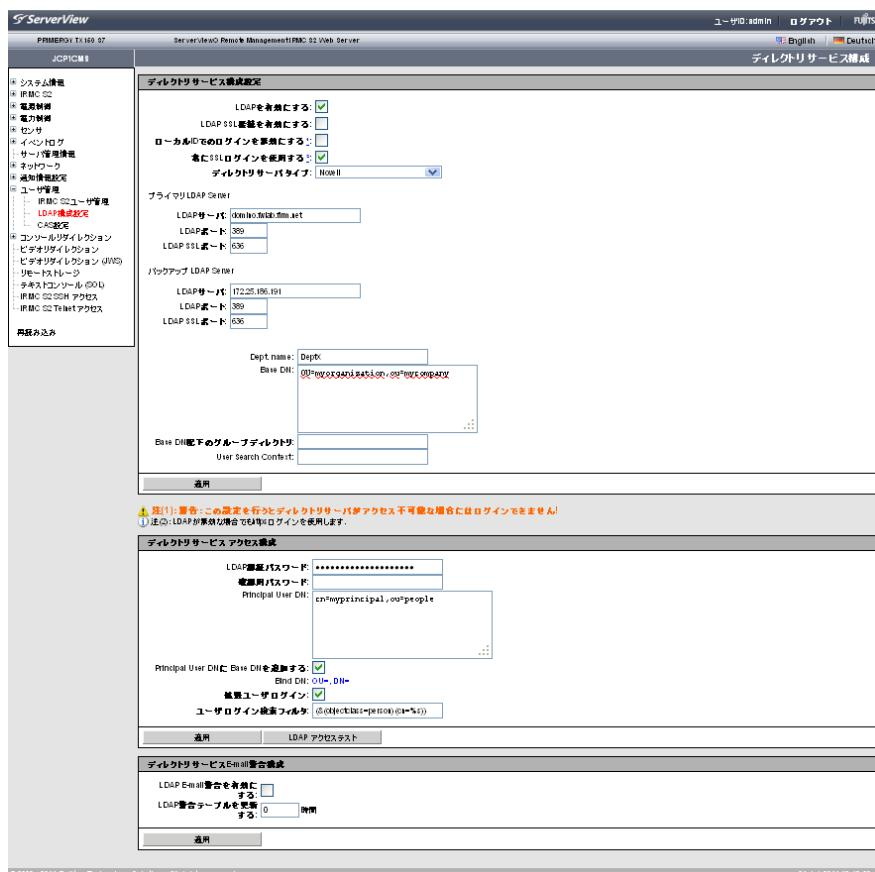

図 163: ディレクトリサービス構成設定 : Novell eDirectory/
**i** 図 163 で例として表示されるエントリは、『ServerView でのユーザ管理』マニュアルに示す例および図を参照しています。